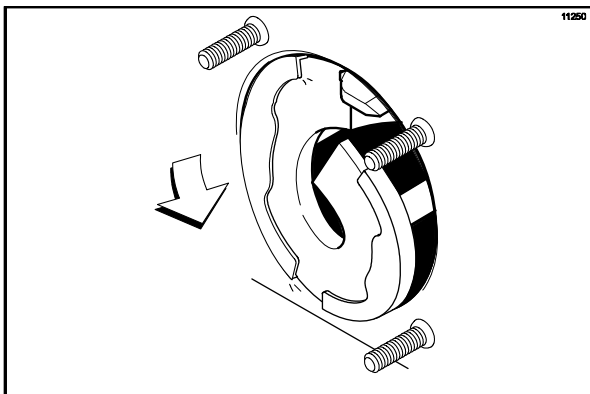

Figura 133
6. Deslize o conjunto do batedor até o fim do cilindro de congelamento. Certifique-se de que o conjunto do batedor está no lugar sobre o eixo de transmissão, girando levemente o batedor até que fique assentado corretamente. Quando estiver no lugar, o batedor não se estenderá além da frente do cilindro de congelamento. (Veja a Figura 133.)